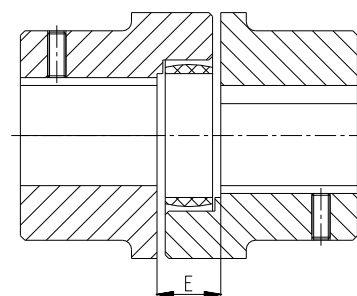

Figura 6: Montaggio del giunto
- Spostare i gruppi in direzione assiale fino al raggiungimento della dimensione E (vedi figura 6).